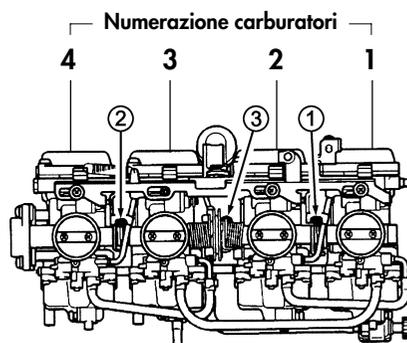

Fig. 18
- c) Sincronizzare il carburatore n. 1 con il carburatore n. 2 ruotando la vite di sincronizzazione (1) di fig.18 in un senso o nell'altro fino ad ottenere istogrammi e valori numerici equivalenti su entrambi i carburatori.
- d) Sincronizzare il carburatore n. 4 con il carburatore n. 3 ruotando la vite di sincronizzazione (2) in un senso o nell'altro fino ad ottenere un valore equivalente.